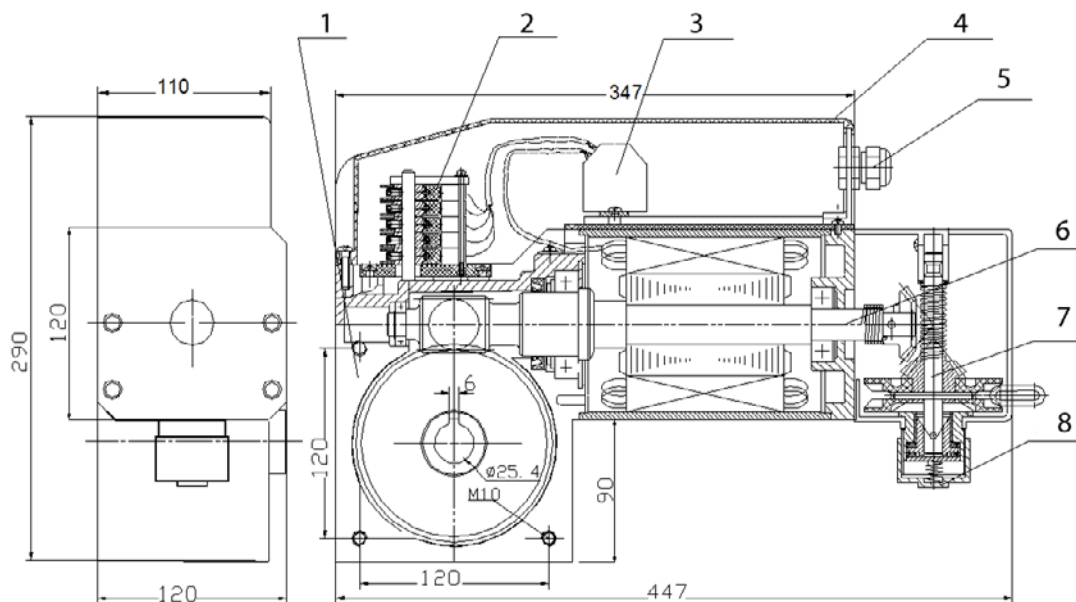

Рис. 1. Схема устройства привода RSI-120S
На рис. 1 схематично изображено устройство промышленного привода RSI-120S, в том числе обозначены: корпус редуктора (1); концевые выключатели (2); клеммы подключения (3); крышка привода (4); герметизатор ввода (5); мотор (6); цепной редуктор (7); ручка настройки (8).